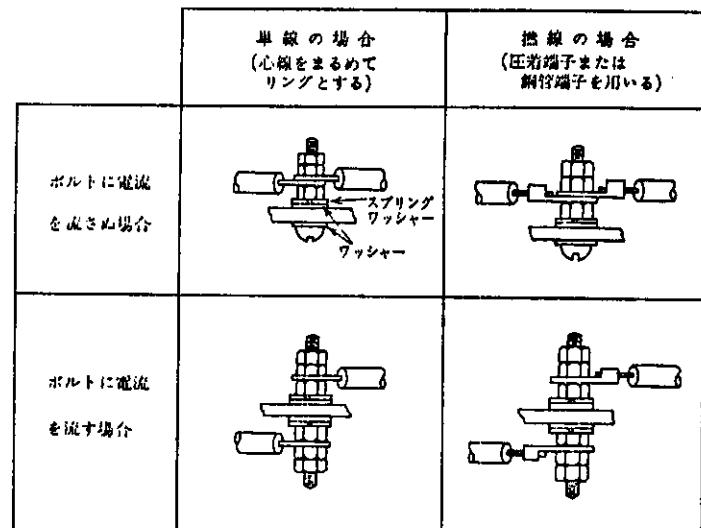

図 10・5 中継端子の 2通りの使い方
まず①の場合から話を進めよう。10A の電流が図 10・5 で左側の電線から入ってきて右の方に抜けるとしよう。この時、中継端子のボルトの太さはどのくらいにしたらよいのであろうか？ 尖はこのような中継端子用のボルトについてはどうも明確な規定はないようである。しかし、図 10・6 の JIS-C-8307 の開放ナイフスイッチがボルトに電流を流さぬ場合の中継端子の例として適当だ。